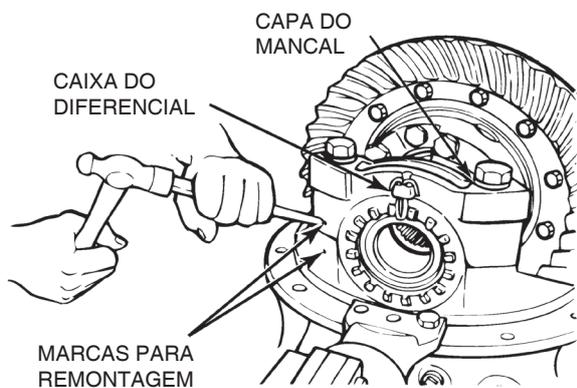

Figura 3.41
2. Use um punção e um martelo para marcar a posição de cada mancal e sua respectiva capa. As marcas ajudarão a manter a mesma posição de montagem durante a remontagem do diferencial. Figura 3.41.